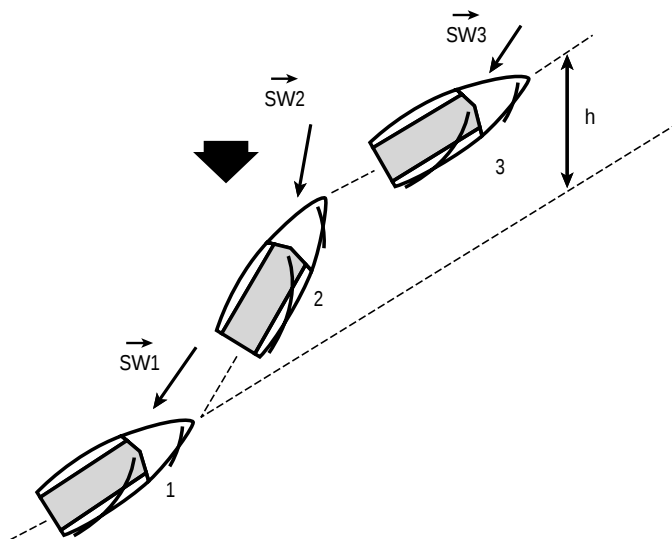

Fig. 89: opvangen van een windvlaag
De boot vaart aan de wind (fig. 89) (1). In dit voorbeeld blijft de WW na de windvlaag dezelfde kracht aanhouden. We loeven dus op (2) en winnen hoogte (h).